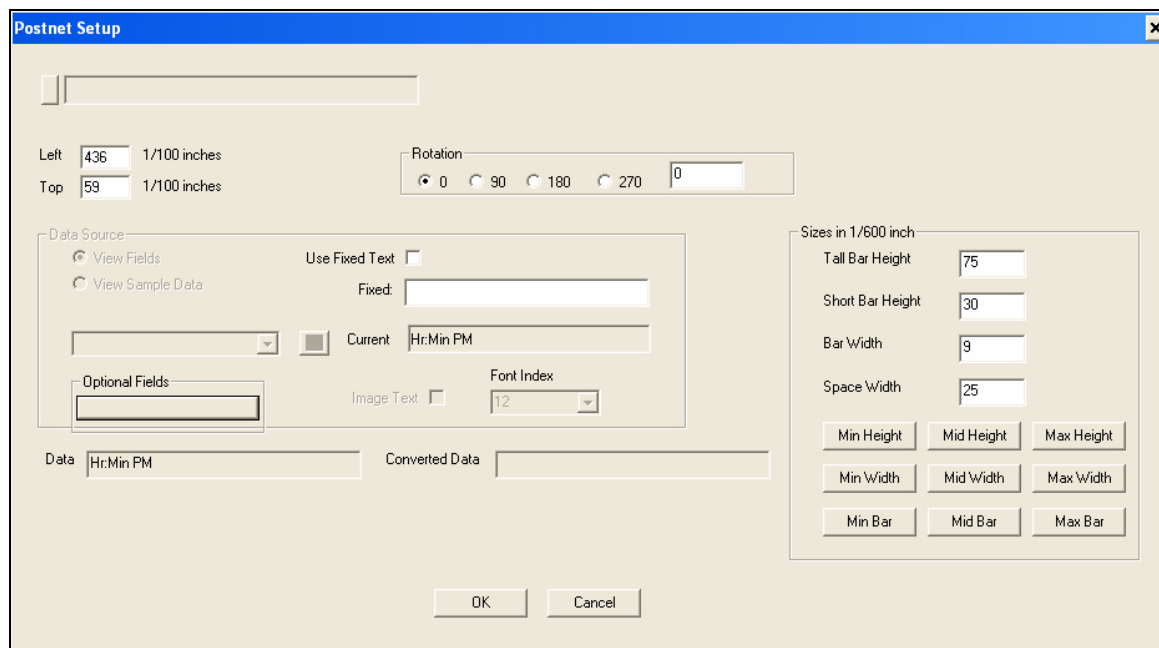

Рисунок 4-19: Экран настроек штрихового кода Postnet
- 5 После открывания экрана *Barcode Setup* , выбрать тип штрих-кода из раскрывающегося списка(см.Рис. 4-19 на стр. 4-18).